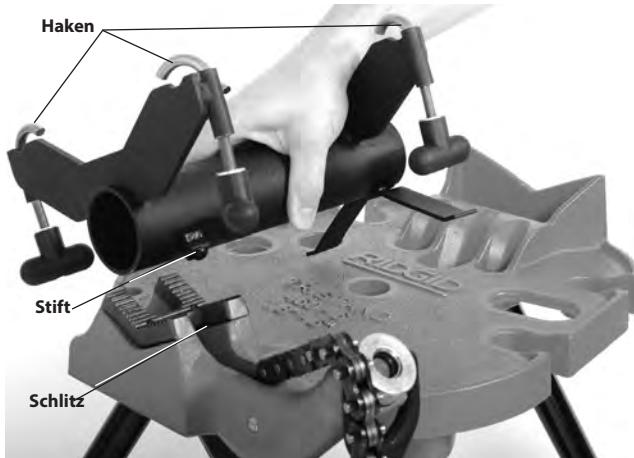

Abbildung 8 – Montieren des Adapters auf den Schraubstock
- Platzieren Sie das zylindrische Gehäuse des Adapters in der V-Backe des Schraubstocks, wie in Abbildung 8 gezeigt. Führen Sie den Keil in den Schlitz am Schraubstock ein, um den Adapter korrekt zu positionieren und zu stabilisieren.